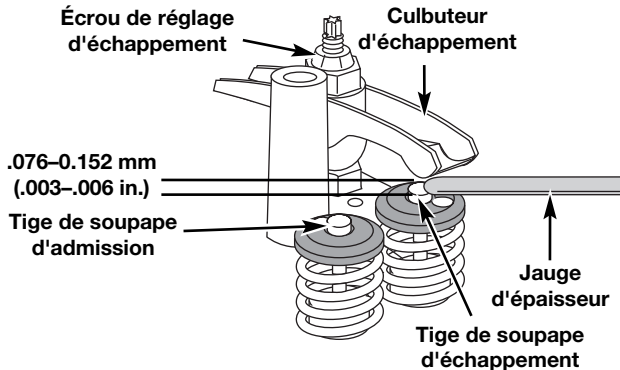

Fig. 35
culbuteur et la tige de soupape en rencontrant une faible résistance mais sans coller (Fig. 35).
- a. Tournez l'écrou de réglage à l'aide d'une clé de 8 mm (5/16 po) ou d'un tournevis à embout hexagonal (Fig. 35).